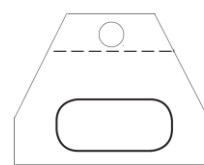

Fig. 3
12. Tighten (4) adjustable screws B in order to fully set flange D or Q against the carpet.
- NOTE: Remove spacers F from flange adapter C or flat flange Q when installing Hubbell GFCI, USB, SURGE, STYLE LINE or STYLE LINE TELECOMMUNICATION devices. For STYLE LINE devices, trim yoke as shown on (FIG. 3). For cat no. S3826 and SA3826 place backerplate G with marked side up. (FIG. 2)
15. Place device gasket H over device. Place device cover I on top of gasket. Attach cover I with (4) screws provided.
- Pour les dispositifs STYLE LINE ajuster la bride conformément à la (FIG. 3). Pour les n°s de cat. S3826 et SA3826 disposer la plaque arrière G le côté marqué vers le haut. (FIG. 2).
15. Mettre le joint H sur le dispositif. Mettre le couvercle I par-dessus le joint. Fixer le couvercle I avec les (4) vis fournies
12. Apriete los (4) tornillos ajustables B para colocar completamente la brida D o Q contra la alfombra.
- Para los dispositivos STYLE LINE, ajustar el puente como se muestra en la (FIG. 3). Para los Núms. de cat. S3826 y SA3826, colocar la placa posterior G con el lado marcado hacia arriba. (FIG. 2)
15. Colocar la junta del dispositivo H sobre el dispositivo. Colocar la tapa del dispositivo I sobre la junta. Fijar la tapa I con los (4) tornillos provistos.